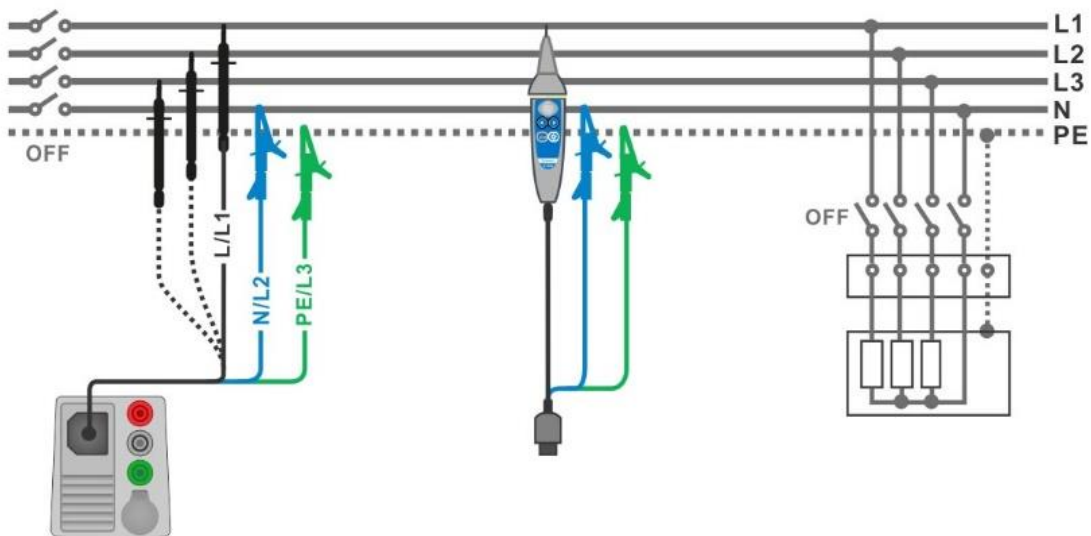

Fig. 4.11: Anslutning med 3-ledar testledningar och Tip commander
- Anslut testledningarna till objektet som skall testas **Fig. 4.11**.